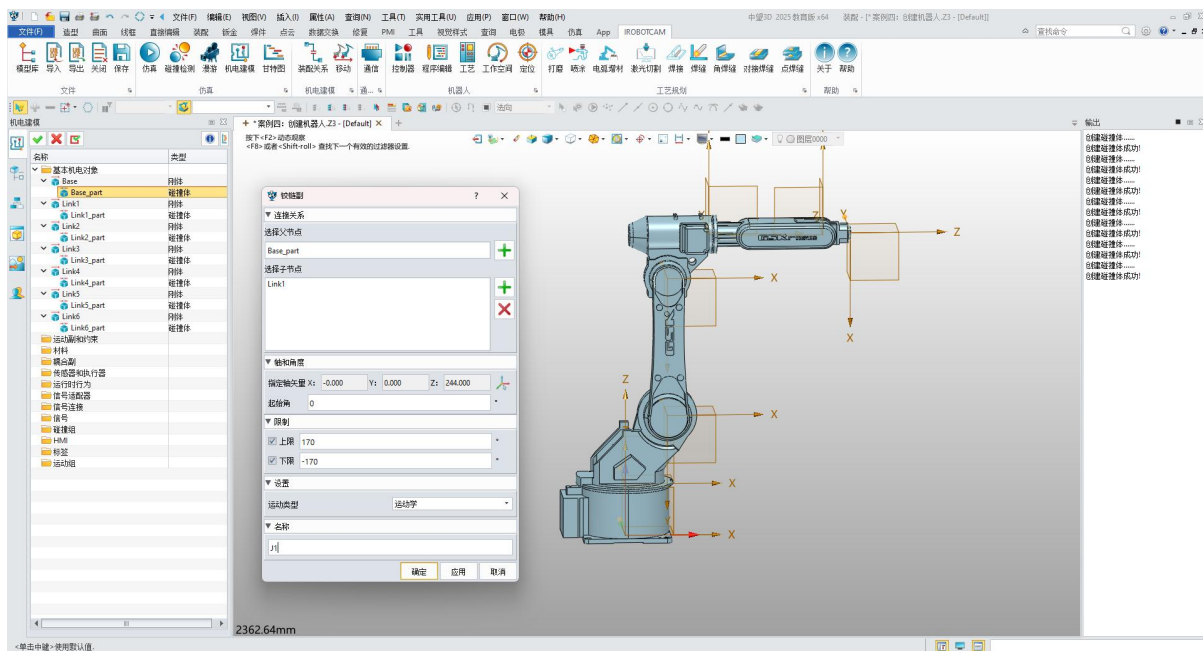

图 8-16: Robot\_J1
- 在“机电建模”窗口中，选择“运动副和约束”。右键单击并选择“添加铰链副”（图 8-16）。